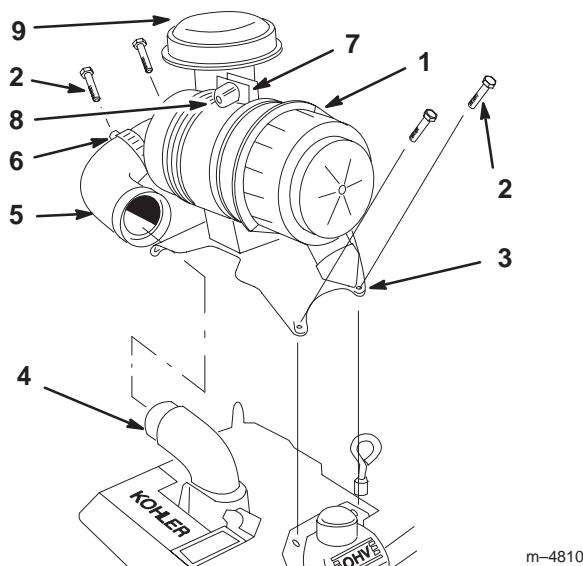

Figure 7
- Sortez le filtre à air de la boîte. Ne séparez pas le filtre à air et son support (Fig. 7).
- Retirez les deux vis de montage supérieures sur les deux couvre-culasses (Fig. 7).
- Posez le filtre à air sur le moteur et alignez les trous du support avec ceux des couvre-culasses (Fig. 7).
- Placez les vis dans le support du filtre à air et les couvre-culasses (Fig. 7).
- Retirez les bouchons en plastique du coude d'admission d'air sur le moteur et le flexible du filtre à air (Fig. 7).
- Raccordez le flexible au coude d'admission d'air sur le moteur et le filtre à air. Serrez les colliers pour fixer les raccords du flexible (Fig. 7).
- Le bouchon d'entrée d'air étant tourné vers le haut, serrez le boulon de tension jusqu'à obtenir un écart de 13 mm (1/2") entre les extrémités du collier (Fig. 7).